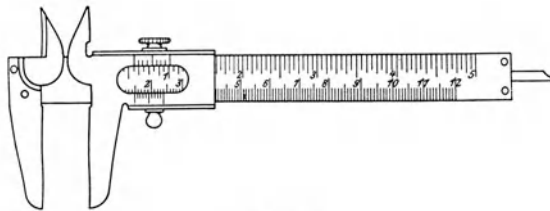

Fig. 9.
f) Mache eine Zeichnung der Schublehre (Fig. 9). In welchen Einheiten ist der Stab der Schublehre geteilt? Die Nasen der Schublehre ersetzen die Holzklötze, die wir in Aufgabe 3 benutzt haben. Wieviel Nasen hat die Lehre? Wozu dienen sie?